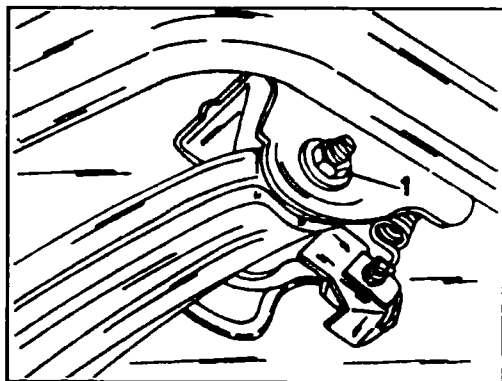

Рис. 7.35 Для переустановки задней проушины продольного рычага в отверстиях хронштейна рычага необходимо ослабить гайку (1)
◆ Отверните гайку (1, рис. 7.35) заднего сайлент- блока продольного рычага и, с помощью отвертки, передвиньте рычаг вперед или назад, чтобы получить требуемую величину сходжения задних колес. По достижении необходимого результата следует оставить рычаг в последнем положении и затянуть гайку (1) моментом 100 Нм.